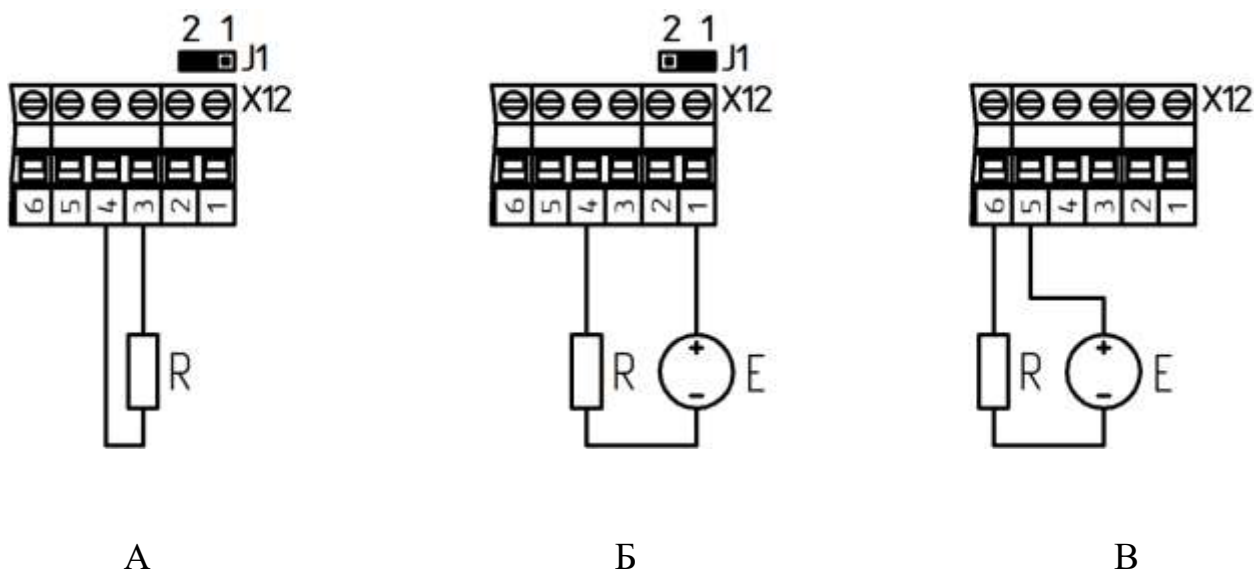

Рисунок 10 – Схема подключения токового выхода
- активный токовый выход (питание токовой петли от внутреннего источника постоянного тока 24В), джампер J1 в положении 2 (Рисунок 10А)
- пассивный токовый выход (питание токовой петли от внешнего источника постоянного тока), джампер J1 в положении 1 (Рисунок 10Б)
Работает только в режиме пассивного токового выхода (Рисунок 10В)